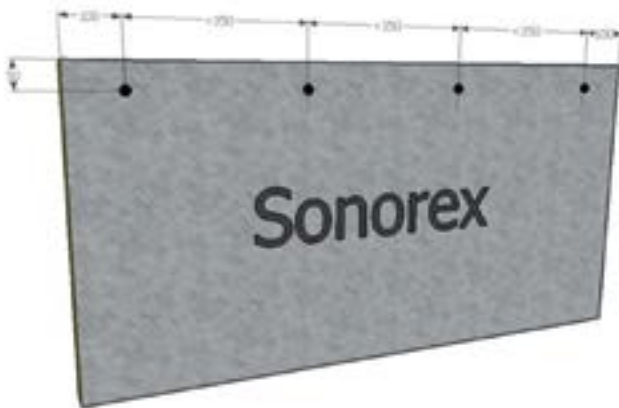
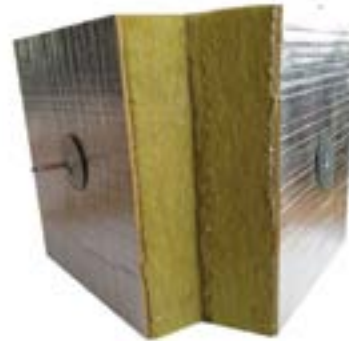

Abb. 1: Platzierung der Sonorex®-Schrauben und/oder der Sicherungsstifte
Abb. 2: Sicherungsstift und Platte
14. Die Sonorex®-Easy-Massfolie ist selbstklebend. Wir empfehlen jedoch, die Folie zu sichern, um die Qualität der Schallabschottungen über längere Zeit zu gewährleisten. Die Sonorex®-Schrauben und/oder Sicherungsstifte s. Abb.1. Der Sicherungsstift muss komplett durch die Abschottung geführt und auf der anderen Seite mit einer Sicherungsplatte befestigt werden, s. Abb. 2.